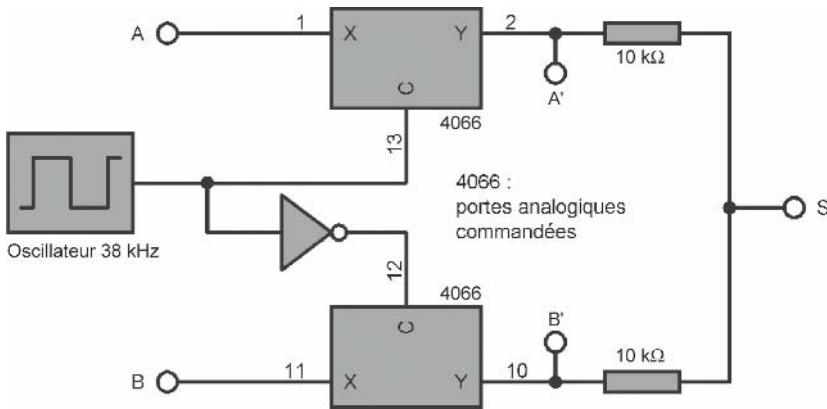
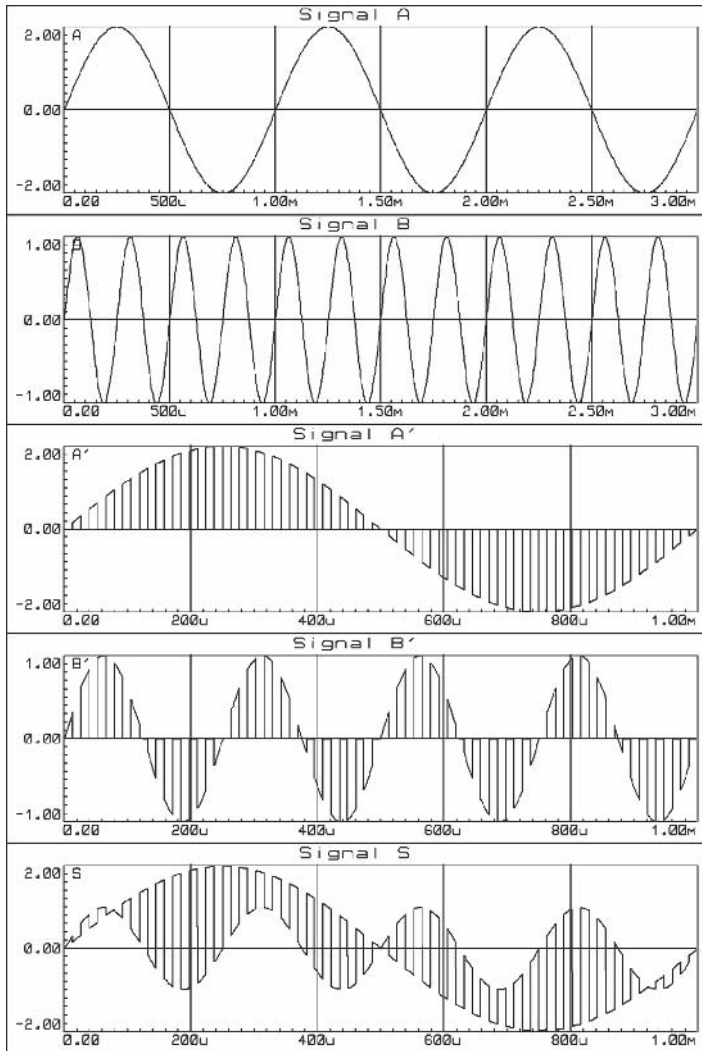

Figure 3.6
Figure 3.7
**Tentatoo** – Félicitations, voilà un excellent résumé. Laissez-moi maintenant vous montrer en **figure 3.6** un exemple pratique de mise en œuvre de la première méthode, avec découpage alterné des deux voies audio, et en **figure 3.7** (page suivante) l'allure des signaux correspondant à ce découpage. Pour les trois dernières courbes (signaux A', B' et S), l'échelle horizontale est dilatée afin de mieux percevoir le découpage à la fréquence de 38 kHz.